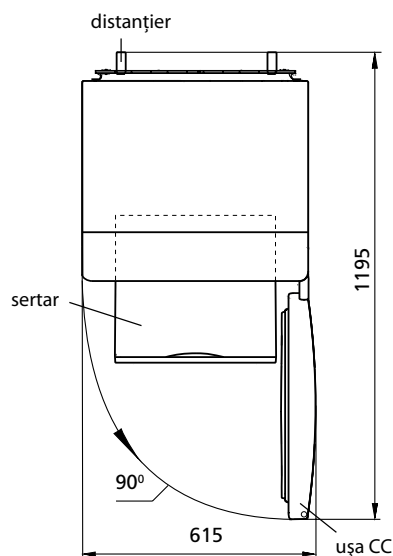

Figura 2 — Frigider (vederea de sus)
**1.5** Spațiul total necesar pentru funcționarea frigiderului se determină de dimensiunile de gabarit, indicate în milimetri în figura 2. Pentru extragerea liberă a componentelor din frigider este necesar de deschis ușa la unghiul nu mai mic de 90°.